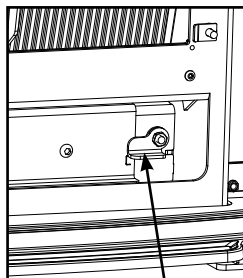

Figure 5.4
1. Retirez l'ensemble de la plaque de nettoyage en tirant sur le loquet situé dans le coin inférieur droit du foyer. Figure 5.4.